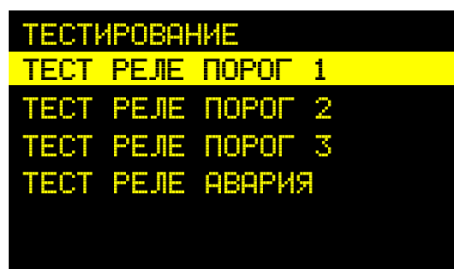

Рисунок 17 - Тестирование
2.4.3.3 В подразделе «ТЕСТИРОВАНИЕ» производятся тесты реле «ПОРОГ 1», «ПОРОГ 2», «ПОРОГ 3», «АВАРИЯ» (см. рисунок 17). Тестирование реле производится в автоматическом режиме.